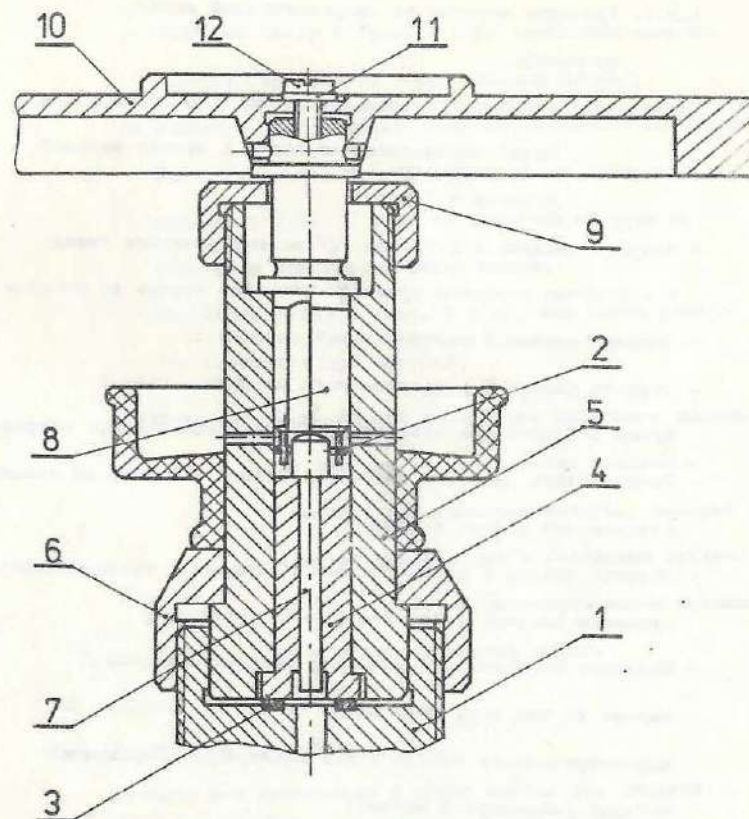

Рис. 4. Измерительная система манометра
- вынуть направляющий поршень 8 /рис. 4/